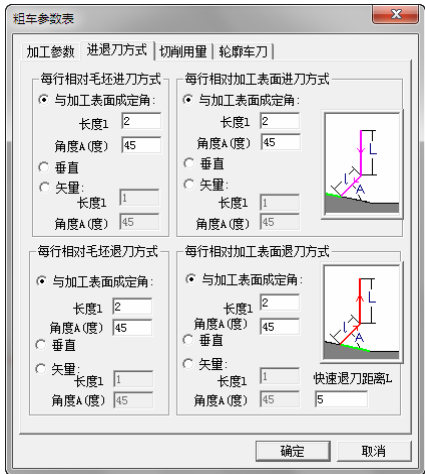

图 4-64 粗车内孔进退刀方式参数设定
- 2) 单击“进退刀方式”选项卡，设置具体参数如图 4-64 所示。